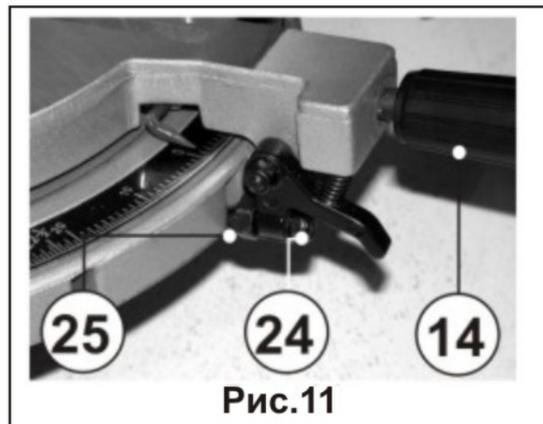

Рис.11
11.1.1. Поверните стол (10), Рис.1, на  $0^\circ$ , в положение прямого пиления и, убедившись в том, что плунжер (13), Рис.3, установлен в фиксатор  $0^\circ$ , затяните ручку фиксации (14), Рис.11.
11.1.4. Если необходима регулировка, ослабьте ручку фиксации поворотного стола (14), Рис.11, на один оборот. Ослабив контргайку (24), вращайте эксцентриковую гайку (25) влево или вправо, затем затяните контргайку (24).